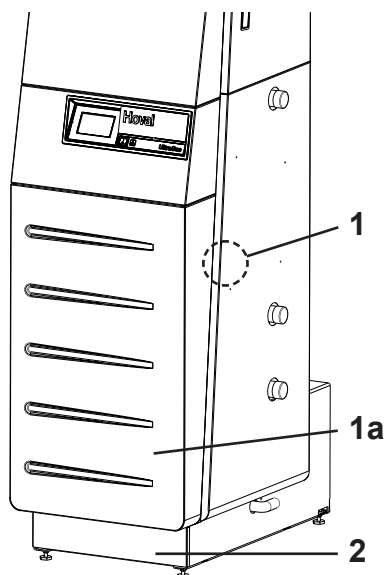

Fig. 11
3. Înlăturați capacul frontal (1a, Fig. 11). Eliberați șurubul de blocare lateral (1, Fig. 11) (aprox. ¼ de cursă spre stânga). Ridicați capacul frontal (1,) direct în sus și înlăturați-l spre partea frontală.
4. Înlăturați placa de bază (2, Fig. 11). Ridicați placa de bază în sus și înlăturați-o.
12. Montați placa de bază (2, Fig. 16) și capacul frontal (1a, Fig. 11).